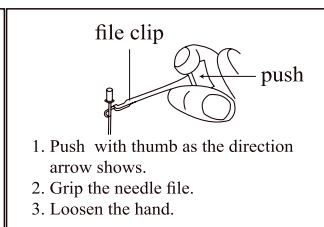

Bild 20
4.2.5 Klipp fast filen med en filklämma, närma dig apex, så kommer det att finnas ett kontinuerligt larm när avståndet är mindre än 2 mm [Bild 20].